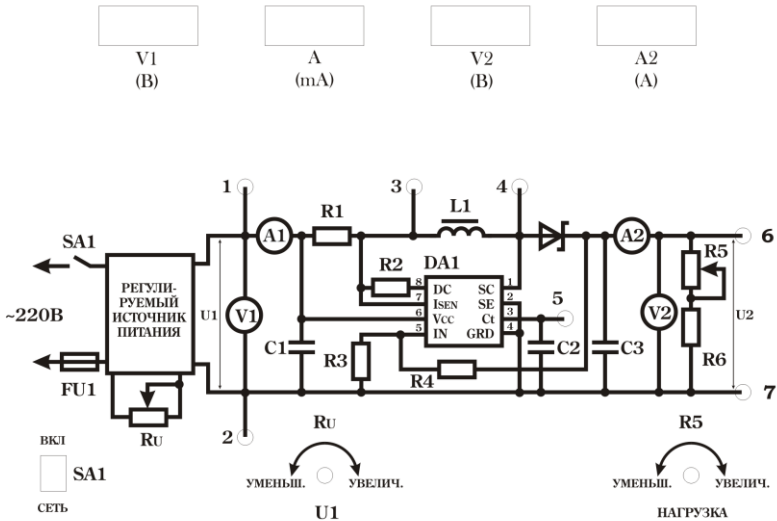

Рис.4.1. Внешний вид лицевой панели лабораторного стенда «Импульсный источник питания»
2. Описание лабораторного стенда. Конструктивно лабораторный стенд выполнен в виде настольного переносного прибора на лицевой панели которого изображена исследуемая электрическая принципиальная схема импульсного источника питания с повышением и стабилизацией выходного напряжения, выполненного с применением интегральной микросхемы DA1 (рис.4.1).
Примечание: номер варианта задания соответствует номеру курсанта по журналу преподавателя. $U_{вх}$ (табл.4.1) соответствует входному напряжению U_1 (рис.4.1).